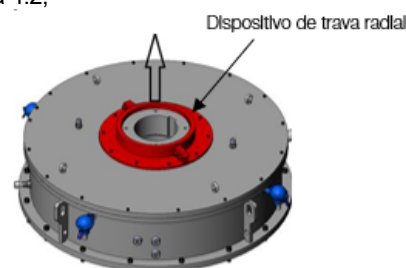

Figura 4.2: Dispositivo de trava radial
3. Remover o dispositivo de trava conforme mostra a Figura 4.2;